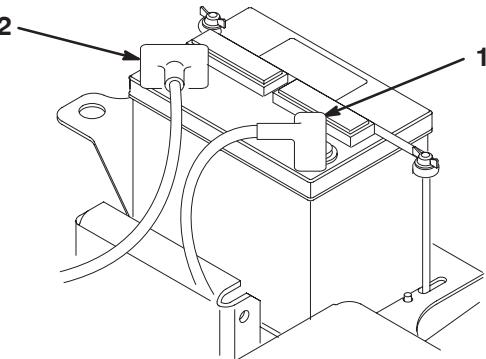

Bild 9
- Schließen Sie das positive Batteriekabel (rot) vom Startermagnet an den positiven Pol (+) der Batterie an (Bild 9). Ziehen Sie es mit einem Schlüssel an und überziehen Sie die Klemmen/Pole mit Vaseline. Achten Sie darauf, dass das Kabel nicht mit dem Sitz in Berührung kommt, wenn der Sitz ganz nach hinten gestellt ist, da das Kabel ansonsten abgenutzt oder beschädigt werden kann.